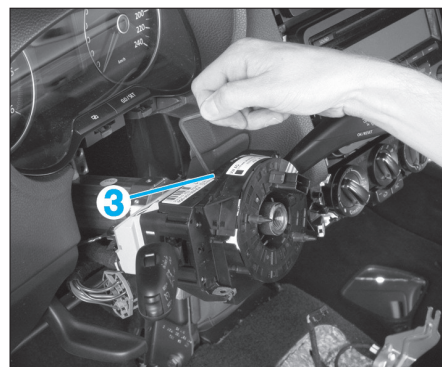

FIG. 5
- Desserrer de quelques tours la vis (3) de l'ensemble commodo/contacteur spiralé (Fig.5).